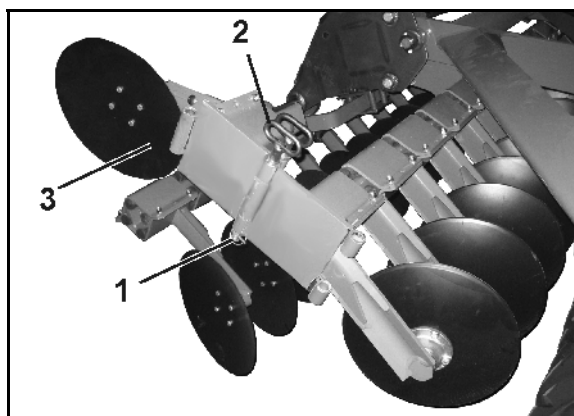

Fig. 50
- 2.3 Sving kanttallerkenerne (Fig. 50/3) ind og afstik denne position med bolten.